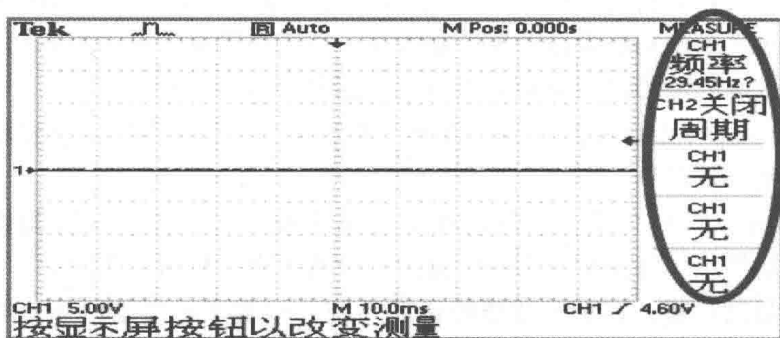

图 2-5 测量 1 菜单
(8) Measure (测量) 键: 共有 11 种测量类型可供选择, 包括频率、周期、平均值、峰—峰值、均方根值、最小值、最大值、上升时间、下降时间、正频宽、负频宽, 一次最多可显示五种。按下顶部的选项按钮可以显示“测量 1”菜单。可以在“信源”选项中选择测量的通道, 如图 2-5 中的 CH1; 在“类型”选项中选择采用的测量类型, 如图 2-5 中的“频率”。按下“返回”选项按钮可以返回到“测量”菜单并显示选定的测量。